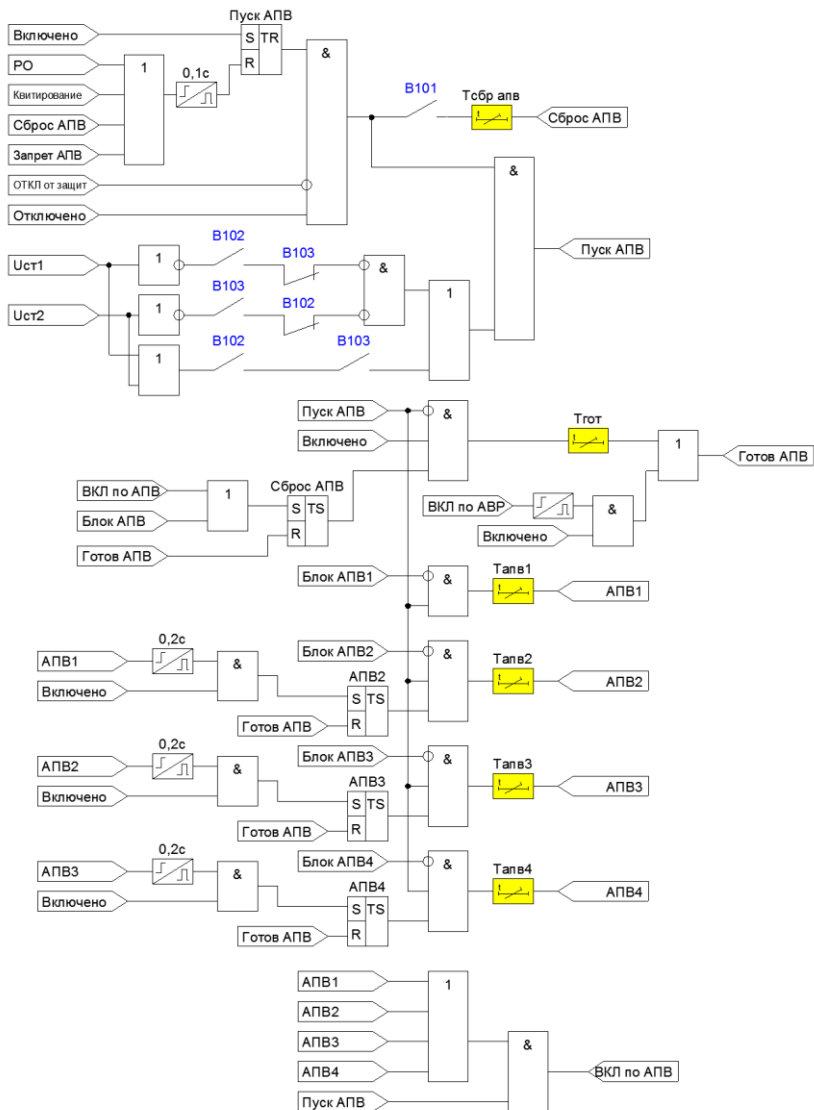

Рисунок 4.2.3 – Функциональная схема пуска и работы АПВ
- после включения ВВ набрана выдержка времени готовности, появился сигнал готовности и выключатель продолжает оставаться включенным (Рисунок 4.2.3);